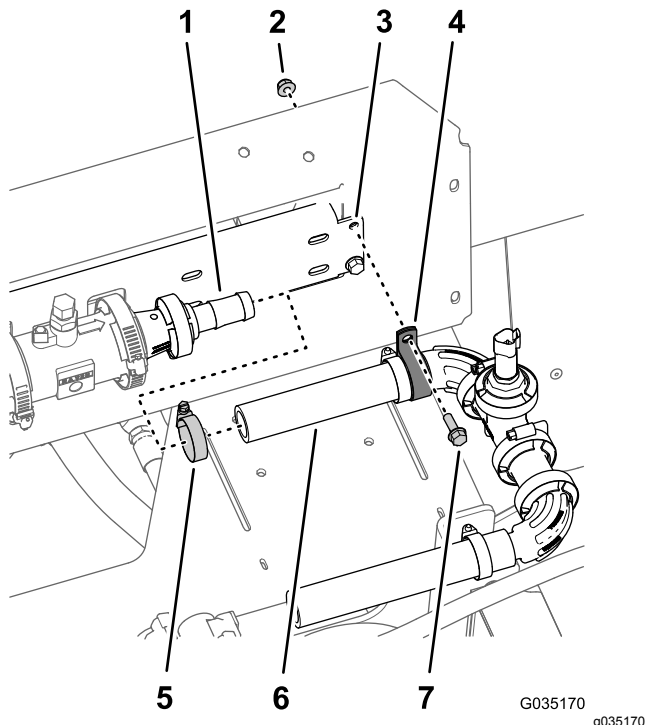

Figura 59
1. Montate il flessibile (1 x 7¼") collegato al trasduttore di pressione e al collettore (Figura 59) sul raccordo flangiato dentellato (1 poll.).
2. Fissate, senza serrarlo, il flessibile al raccordo flangiato dentellato con una fascetta stringitubo (Figura 59).
3. Fissate il trasduttore di pressione e il collettore all'intaglio nel relativo supporto con un serratubi a R (Figura 59), il bullone a testa flangiata (¼" x ¾") e un dado di bloccaggio flangiato (¼") che avete rimosso al passaggio 5 di Smontaggio delle valvole di sezione delle barre dal supporto del collettore (pagina 28).